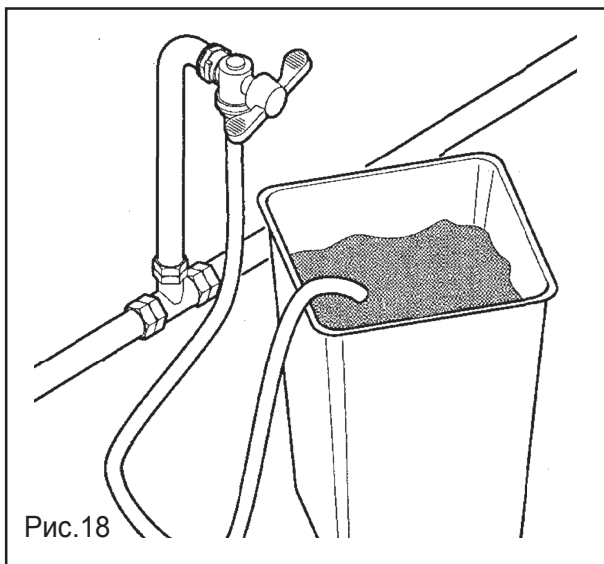

Рис.18
- Слейте предварительно через отвод воду для удаления возможных примесей и грязи (рис. 18).